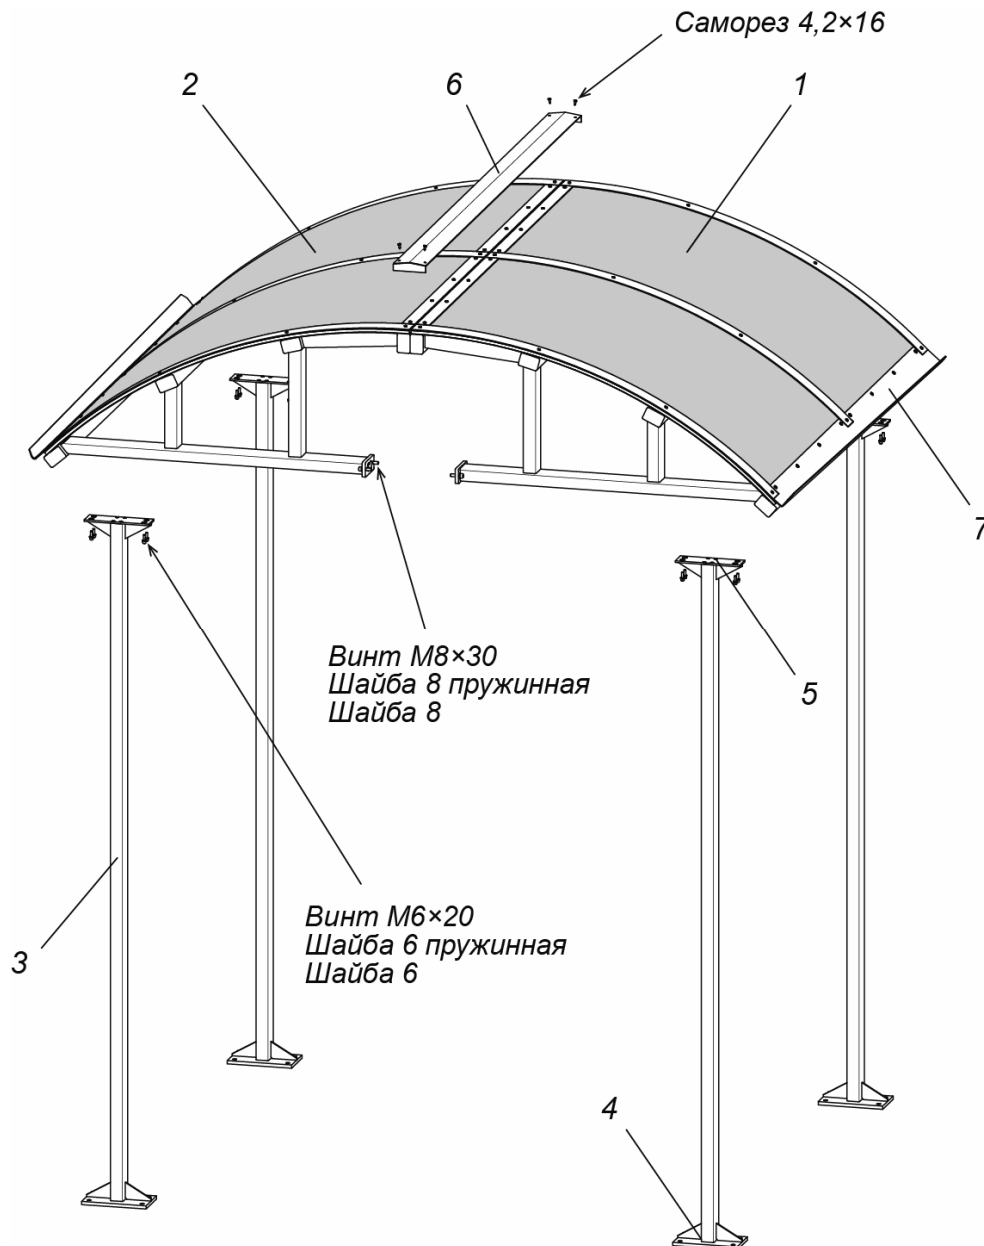

Рисунок 2. Устройство крыши:
Каждый полукаркас крыши закрепляется: на двух стойках винтами М6×20 и на боковой стенке балки привода турникета винтами М8×30 (см. рис. 2).
Сток воды с крыши обеспечивается имеющимся на каждом полукаркасе специальным наклонным желобом – сливом (7) (см. рис. 2 и 6).